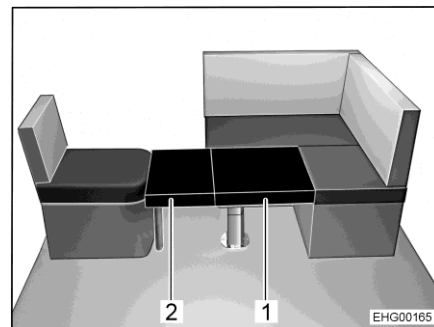

Fig. 111 Dopo la trasformazione
La dinette a L può essere trasformata insieme al sedile singolo laterale e il tavolo rialzabile spostabile in un letto aggiuntivo. Al fine di creare la superficie utile, servono inoltre due cuscini aggiuntivi. Uno dei cuscini aggiuntivi (Fig. 111,2) è dotato di un supporto per i piedi ribaltabile e un angolo di supporto. L'altro cuscino aggiuntivo (Fig. 111,1) viene posato sul piano del tavolo.
- Aprire i supporti per i piedi del cuscino aggiuntivo piccolo (Fig. 111,2).
- Agganciare gli angoli di supporto del cuscino aggiuntivo (Fig. 111,2) al sedile singolo e appoggiare il cuscino aggiuntivo sul piano del tavolo.
- Posare il secondo cuscino aggiuntivo (Fig. 111,1) sul piano del tavolo.